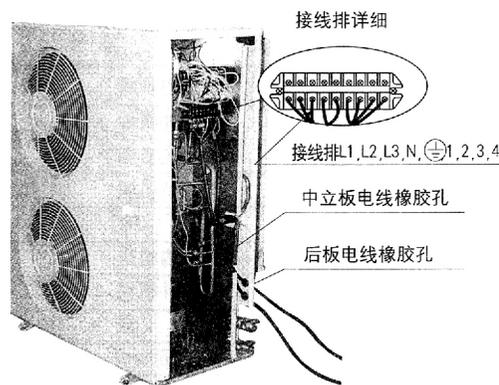

图 15 (此图仅作参考)
- (1) 拆下室外机接线盖板。
- (2) 如图 15 所示，按电气原理图接线。
- (3) 三机型设有欠相、错相保护。当三根相线一根断路或三根相线顺序不对时，机器将不能正常运转。此时应：